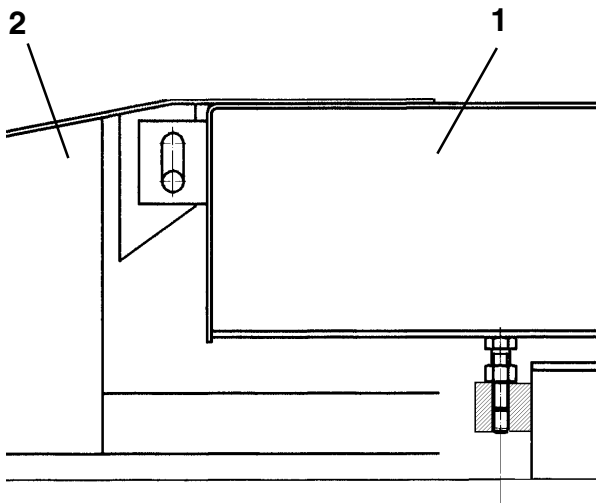

Fig.34
Rif. Fig.34 - Procedere come al paragrafo 4.13 tenendo conto dell' allineamento delle pedane (1) rispetto alle rampe di salita (2).
Ref. Fig. 34. Proceed as described in paragraph 4.13, checking the alignment of the platforms (1) with respect to the approach ramps (2).
Rif. Fig. 34. Gemäß Paragraph 4.13 verfahren, dabei die Fluchtung der Fahrschienen (1) den Auffahrrampen (2) gegenüber beachten.
Ref. Abb.34. Suivre les marches au paragraphe 4.13 en considérant l'alignement des chemins de roulement (1) par rapport aux rampes de montée (2).
Ref. Fig. 34. Proceder como se indica en el párrafo 4.13 teniendo en cuenta la alineación de las plataformas (1) con respecto a las rampas de subida (2).